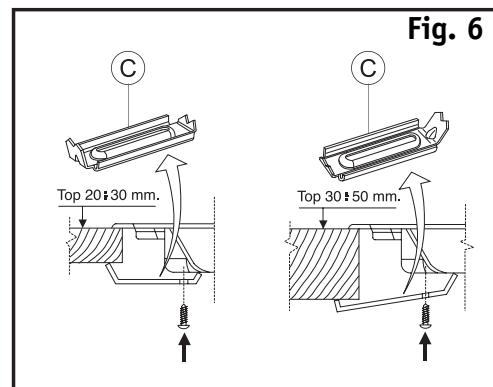

Fig. 6
- **Si le plan de travail est en marbre ou tout autre matériau (plastique, céramique, marbre, pierre, etc.), la fixation doit s'effectuer au moyen d'étriers spéciaux (C) (Fig. 6), portant le code 4819 310 18528, disponibles auprès du Service Après-vente.**